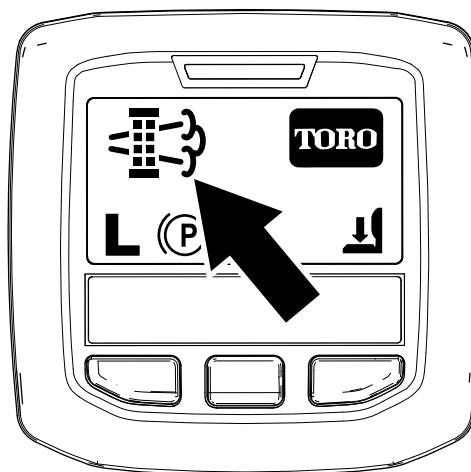

Figura 51
- Cuando el ordenador del motor solicita una regeneración con la máquina aparcada o una regeneración de recuperación, aparece el icono de solicitud de regeneración (Figura 51) en el InfoCenter.